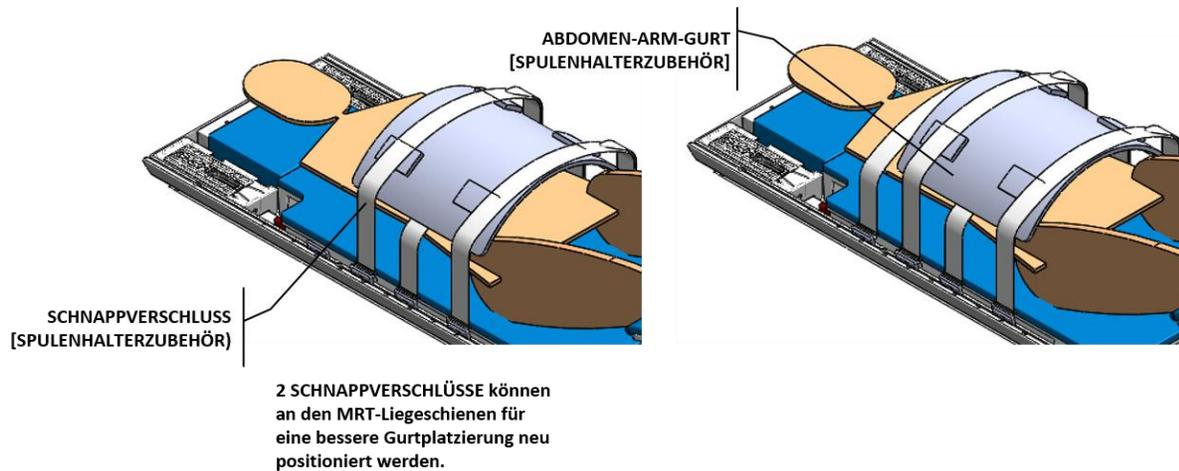

Abbildung 57: Platzierung der Abdomen-Arm-Gurte
4. **MRT-MTRA:** Nach dem Positionieren der Patientenarme den verbleibenden Abdomen-Arm-Gurt am Schnappverschluss in der unten gezeigten Stelle anbringen (siehe *Abbildung 57*). Befestigen Sie jeden Abdomen-Arm-Gurt, um die Arme des Patienten zu fixieren.